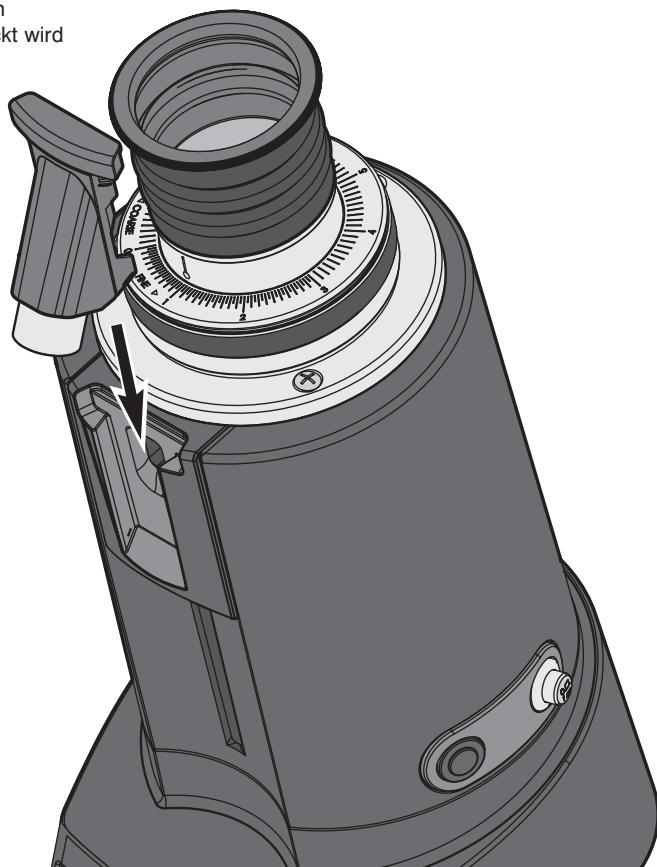

Abb. 3
5. **Die Auswurföffnung** positionieren, indem sie **in Ihren Sitz** eingesetzt wird (siehe Abb. 3).